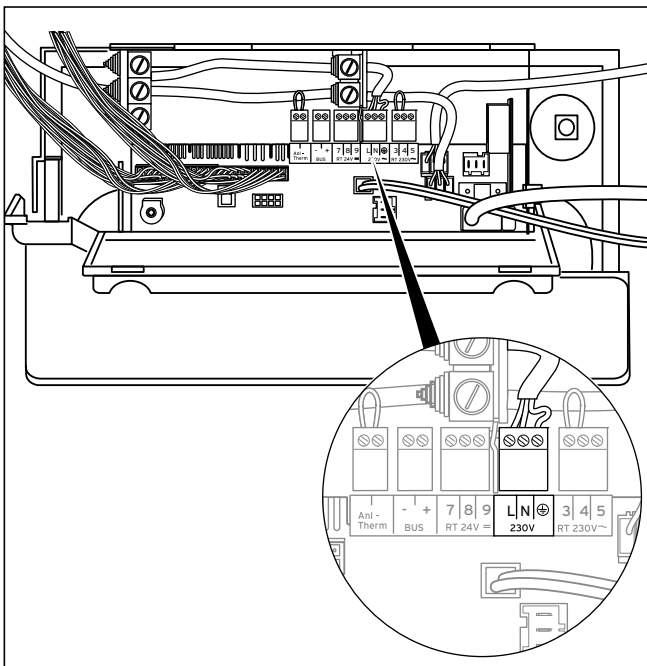

Abb. 5.7 Beispiel für Kabelführung
- Schließen Sie die Adern an die Steckplätze der Elektronik an (L, N und Erde), siehe Abb. 5.7. Verwenden Sie den ProE-Stecker des entfernten Netzanschlusskabels.
- Schließen Sie die Adern an die Steckplätze der Elektronik an (L, N und Erde), siehe Abb. 5.7. Verwenden Sie den entsprechenden ProE-Stecker.
- Schließen Sie die Adern entsprechend Abb. 5.7 an die entsprechenden ProE-Stecker bzw. Steckplätze der Elektronik an.